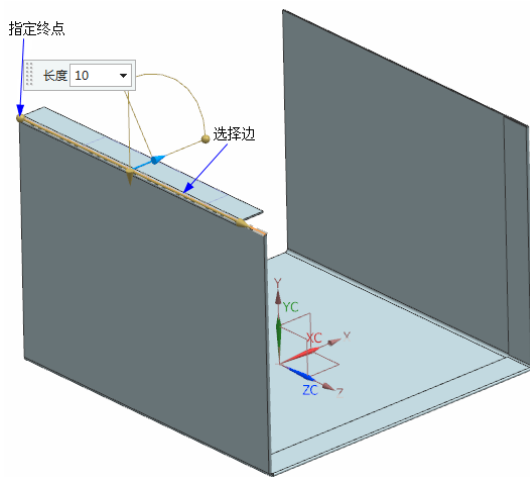

图 7-97 选择第 1 弯边特征折弯边
(2) 在视图区中选择如图 7-97 所示的折弯边，并选择如图 7-97 所示的顶点，输入“宽度”为 98。